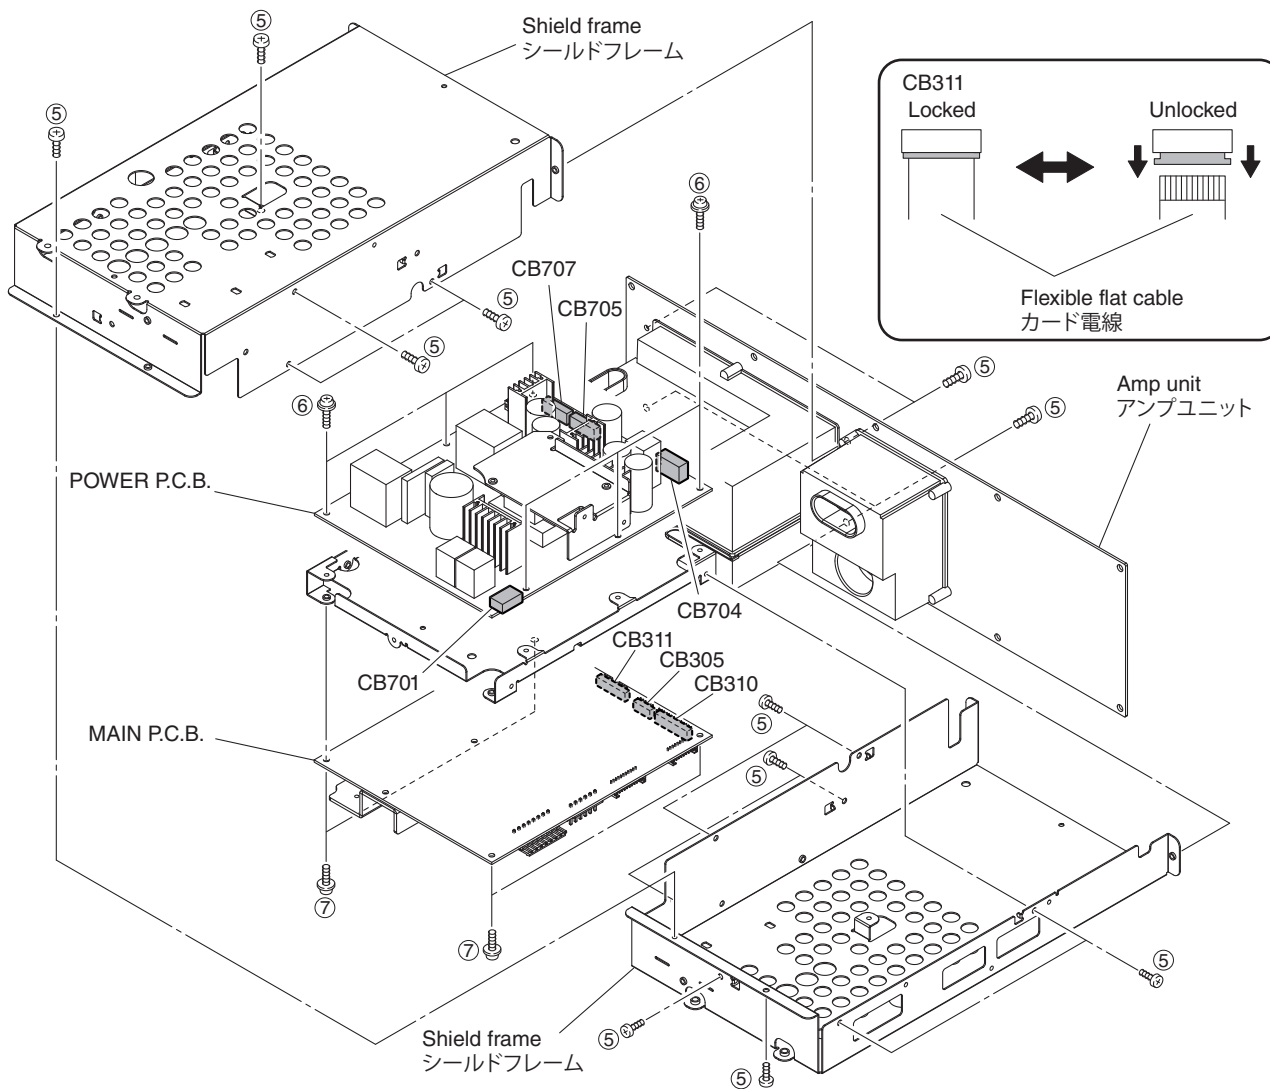

Fig. 2
- Remove CB303 and CB701. (Fig. 2)
- Remove 17 screws (⑤). (Fig. 2)
- Remove the shield frame (upper/lower). (Fig. 2)
4. Removal of POWER (1) and MAIN P.C.B.s
- Remove 6 screws (⑥). (Fig. 2)
- Remove CB704-707. (Fig. 2)
- Remove the POWER (1) P.C.B. (Fig. 2)
- Remove 4 screws (⑦). (Fig. 2)
- Remove CB305 and CB310. (Fig. 2)
- Unlock and remove CB311. (Fig. 2)
- Remove the MAIN P.C.B. (Fig. 2)
- CB303、CB701 を外します。(Fig. 2)
- ⑤ のネジ 17 本を外します。(Fig. 2)
- シールドフレーム（上と下）を取り外します。(Fig. 2)
4. POWER (1)、MAIN P.C.B. の外し方
- ⑥ のネジ 6 本を外します。(Fig. 2)
- CB704-707 を外します。(Fig. 2)
- POWER (1) P.C.B. を取り外します。(Fig. 2)
- ⑦ のネジ 4 本を外します。(Fig. 2)
- CB305、CB310 を外します。(Fig. 2)
- ロックを外し、CB311 を外します。(Fig. 2)
- MAIN P.C.B. を取り外します。(Fig. 2)